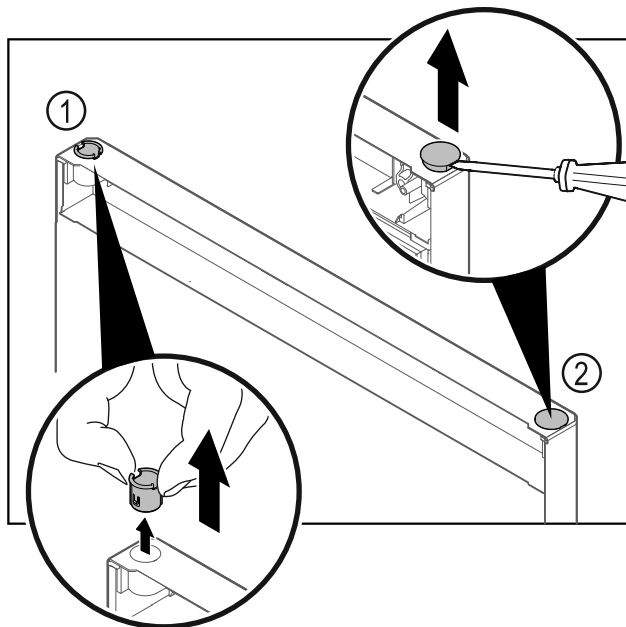

Fig. 28
- Nxirrni jashtë bokullën e menteshës Fig. 28 (1) me gishta.
- Ngrini lart me kujdes tapën mbuluese Fig. 28 (2) me një kaçavidë me kokë petë dhe nxirrreni jashtë.